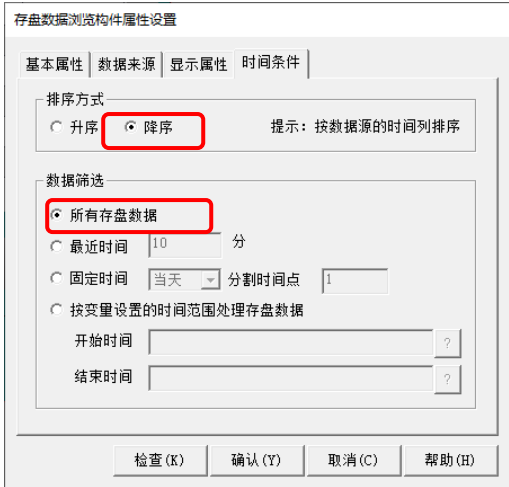

图 5.2-17 时间条件设置
- ⑥ 设置被浏览数据的排序方式和时间范围：在“时间条件”页，如图 5.2-17 所示，选择历史数据的排序方式，以及允许的时间范围。设置完成后，点击“确认”即可。